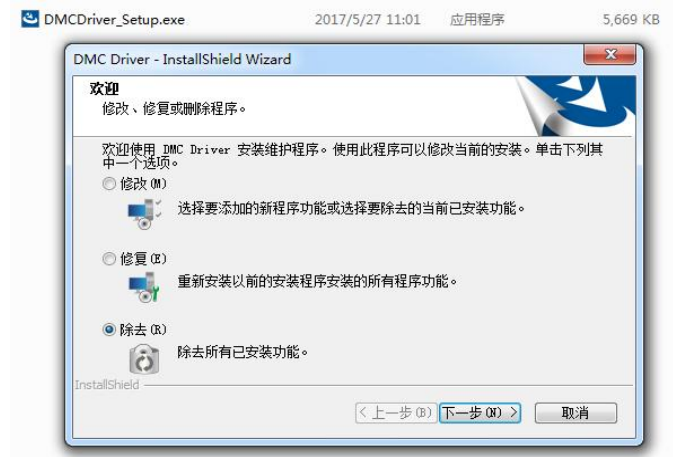

图 4.14 删除驱动选项
1、双击驱动文件 DMCDriver_Setup.exe, 如果出现如图 4.14 所示对话框, 请选择“除去”, 并点击“下一步”。